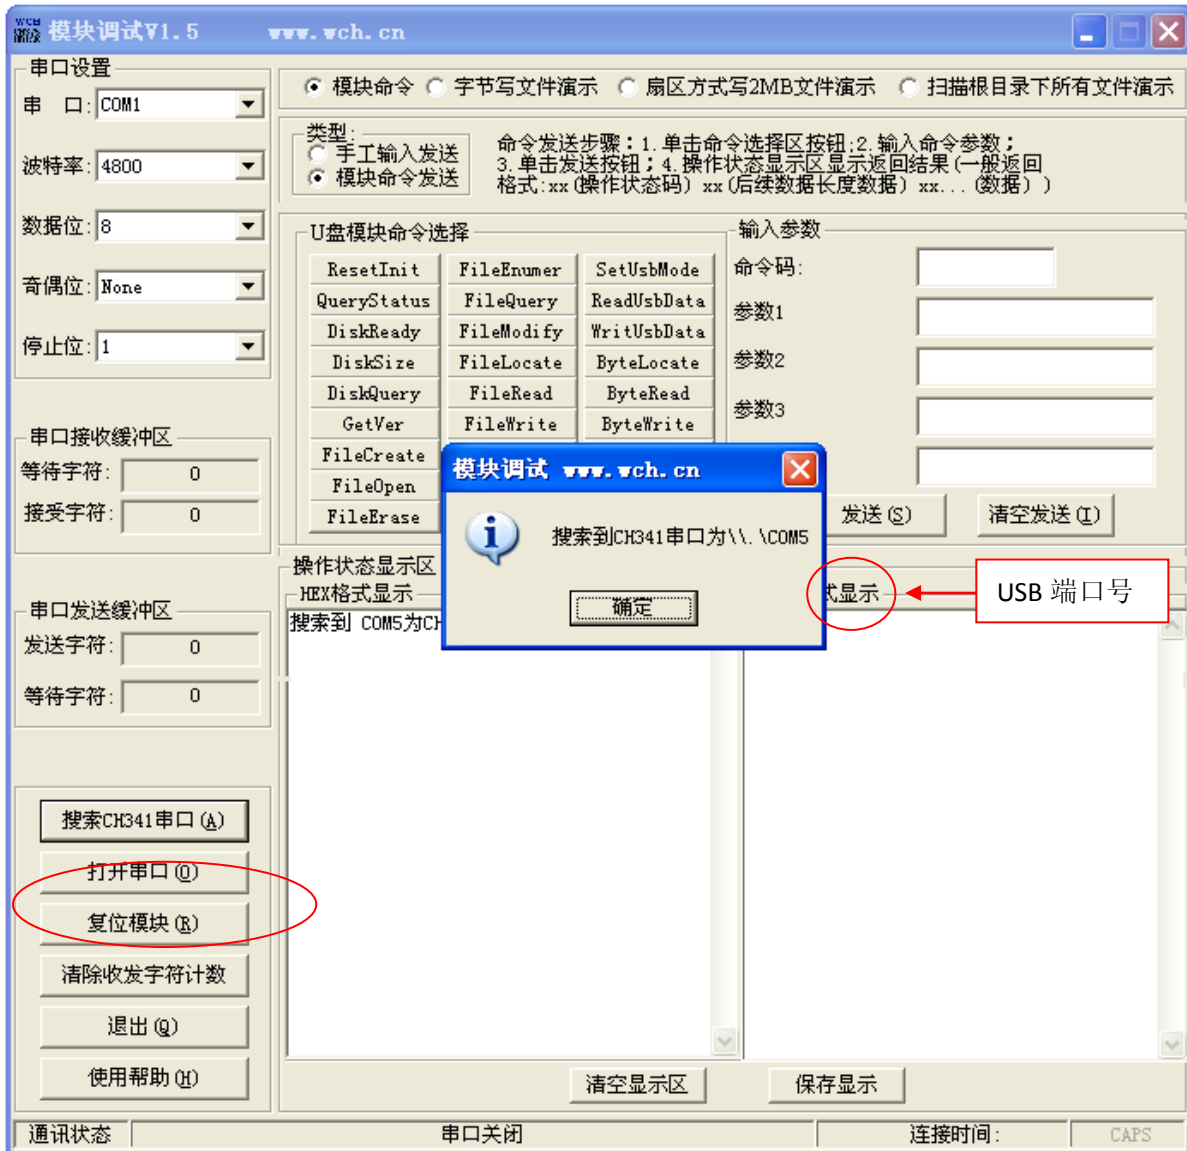

图 2-4
2. 运行“模块调试.EXE”，如图 2-4 所示。
3. 点击“搜索 CH341 串口 (A)”按钮，软件会自动弹出当前 USB 端口所对应的串口号。